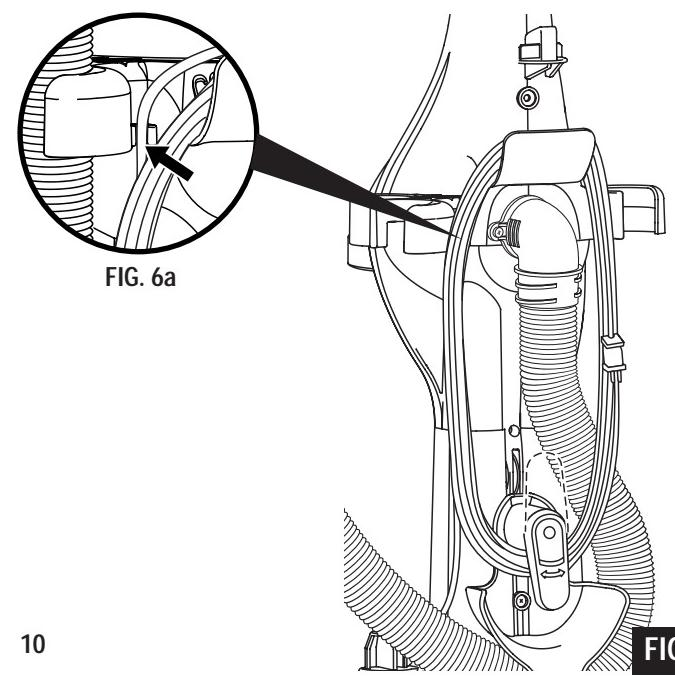

FIG. 6
Step 6: (FIG. 6) Pull the electrical cord up to the cord retainer and firmly push into the retainer (FIG. 6a). This will keep the cord out of the way for next use. Wrap the cord around the carrying handle on the tool caddy and then wrap around the cord release hook. Secure the plug to the power cord with the notch in the plug to prevent unwinding.
Étape 6. (FIG. 6) Tirez le cordon électrique jusqu'à la retenue de cordon et poussez-le dans ce dispositif de retenue. (FIG. 6a) Ceci permet de loger le cordon afin qu'il ne gêne pas lors de la prochaine utilisation de l'appareil. Enroulez le cordon autour de la poignée de transport sur le porte-accessoires, puis enroulez-le autour de la manivelle. Fixez la fiche au cordon électrique à l'aide de l'entaille sur la fiche pour empêcher qu'il ne se déroule.
Paso 6. (FIG. 6) Tire del cordón eléctrico hasta el retenedor del cordón y oprima firmemente hacia adentro del retenedor (FIG. 6a). Esto mantendrá el cordón fuera del paso para el próximo uso. Enrolle el cordón alrededor de la manija de transporte en el portaaccesorios y luego enróllelo alrededor del gancho de liberación. Fije el enchufe al cordón usando la muesca del enchufe para evitar que se desenrolle.